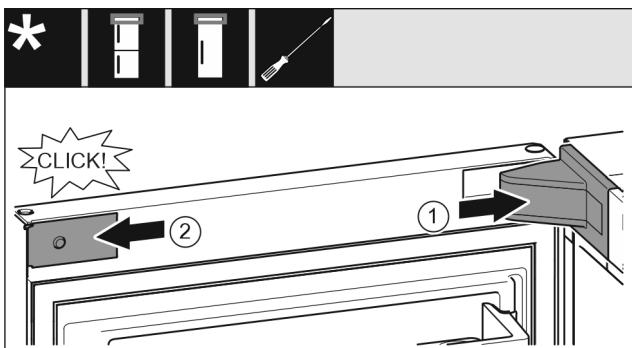

Fig. 22
- Поставете и фиксирайте капака на лагерната стойка Fig. 22 (1), при нужда внимателно го натиснете настрани.
- Поставете странично капачката Fig. 22 (2) и я фиксирайте.